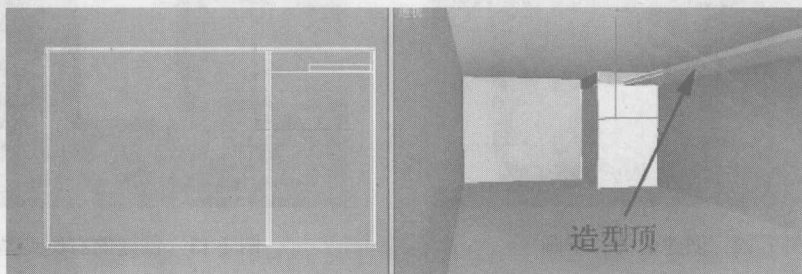

图 1-8 创建的造型顶
(9) 依次单击  →  → **长方体** 按钮，在视图中创建长方体，制作出造型顶，并调整好其位置，如图 1-8 所示。